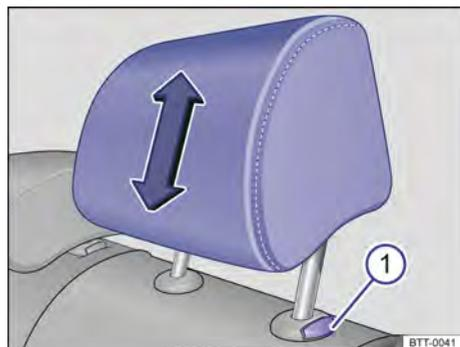

Fig. 105 Ajustar o apoio para cabeça traseiro. ▶
- Empurrar o apoio para cabeça para cima no sentido da seta ou, com o botão → Fig. 104 ① ou → Fig. 105 ① pressionado, empurrar para baixo → ▲ em *Introdução ao tema* na página 128.